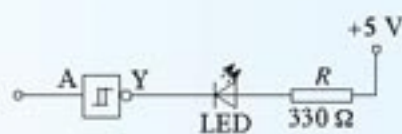

图 6.4-5 电平检测器
- 可以用型号为 74LS14 的非门集成电路（见图 6.4-1）、发光二极管和限流电阻来组成一个逻辑电平检测器，电路如图 6.4-5 所示。使用时，将检测器的输入端 A 接到被测点。
最好实际试验一下：按照图 6.4-5 在集成电路实验板上连接电路，然后将 A 端先后接到本电路电源的正、负极上，看看能否正确检测出高、低两种电平。